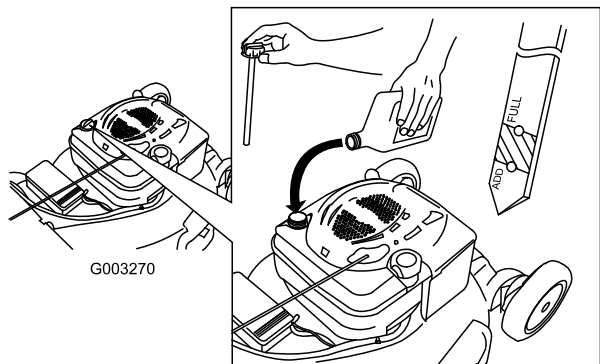

Figura 6
1. Retire la varilla (Figura 6).
2. Vierta **lentamente** aceite en el tubo de llenado hasta que el nivel llegue a la marca Full de la varilla (Figura 6). **No llene demasiado.** (Capacidad máxima: 0,59 l, tipo: SAE 30, aceite detergente con clasificación de servicio API SF, SG, SH, SJ, SL o superior.)